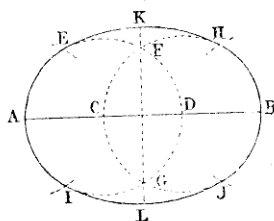

Fig. 24.
**Tracé, le grand axe étant donné.** — Diviser le grand axe  $AB$  (fig. 24) en trois parties égales par les points  $C$  et  $D$ . De ces points, comme cen-